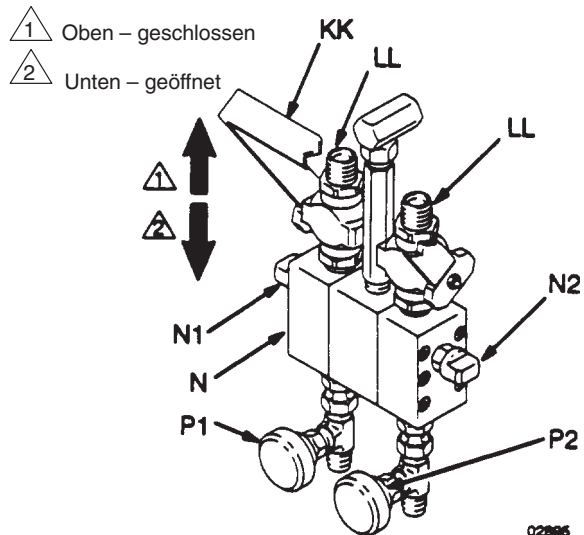

Abb. 13
Für das Öffnen und Schliessen der Materialventile (LL) des Mischventils (N) Handgriff (KK) betätigen, zum Öffnen nach unten und zum Schliessen nach oben drücken. Siehe Abb. 13.
3. Behälter unter die Ablassventile (P1, P2) des Mischventiles (N) stellen. Siehe Abb. 13.
8. Ablassventil (P1) auf der Härter Seite öffnen sowie den Mischventillhandgriff (KK) drücken. Siehe Abb. 13.
11. Lösemittelspülventil für Härter (N1) am Mischventil (N) öffnen. Siehe Abb. 13.
- d. Kleber Lösemittel Spülventil (N2) öffnen und Schritt c) wiederholen. Siehe Abb. 13.